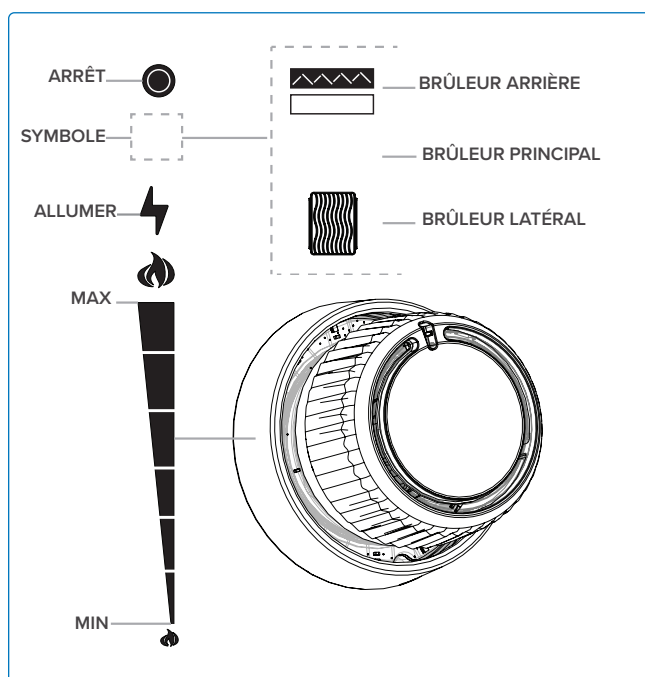

Fig. 7
2. Appuyez et tournez lentement n'importe quel bouton du brûleur principal dans le sens antihoraire jusqu'à la position ÉLEVÉE jusqu'à ce que la veilleuse s'allume. Continuez à appuyer sur le bouton de commande jusqu'à ce que le brûleur s'allume, puis relâchez (**Fig. 6A & Fig. 7**).
3. Appuyez et tournez lentement le bouton du brûleur arrière dans le sens antihoraire jusqu'à la position ÉLEVÉE (**Fig. 6D & Fig. 7**).
4. Si le brûleur ne s'allume pas dans les 5 secondes, tournez le bouton de commande du brûleur dans le sens horaire jusqu'à la position ARRÊT. Attendez 5 minutes. Répétez les étapes 2 et 3. **(Fig. 6E & Fig. 7).**